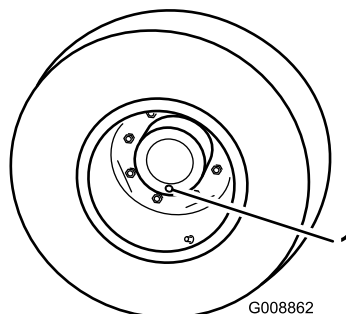

Bild 39
1. Stellen Sie auf einer ebenen Fläche ab und positionieren Sie das Rad so, dass sich eine der Prüfschrauben in der untersten Stellung (6 Uhr) befindet (Bild 39).